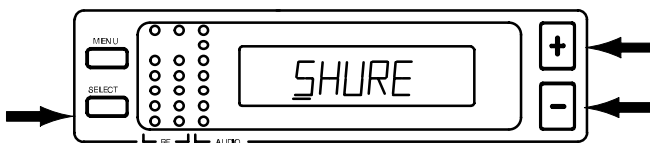

ABBILDUNG 23
3. Die SELECT-Taste drücken. Unter dem ersten Zeichen der Bezeichnung erscheint eine Linie. Abbildung 23 zeigt die werksseitig eingestellte Bezeichnung.